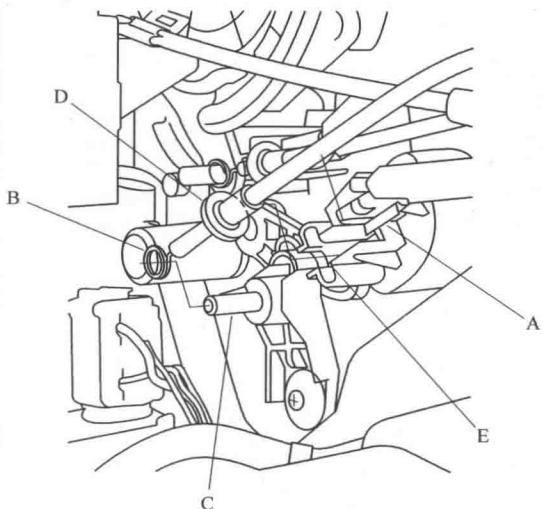

图 2-5 断开空气混合控制拉索
- ③ 断开温度（空气混合）控制拉索
- b. 如图 2-5 所示，从卡夹 A 上松开空气混合控制拉索壳体，并从空气混合控制连杆 C 上断开内拉索 B。